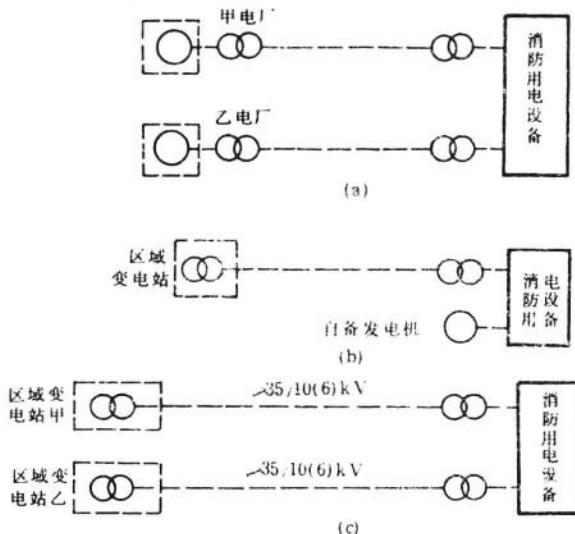

图 7-1-1 一级负荷供电示意图
(1)电源来自两座不同的发电厂,如图 7-1-1(a)所示。
(2)电源一个来自区域变电站(电压在 35kV 及 35kV 以上),同时另设一台自备发电机组,如图 7-1-1(b)所示。
(3) 电源来自两个区域变电站,如图 7-1-1(c)所示。